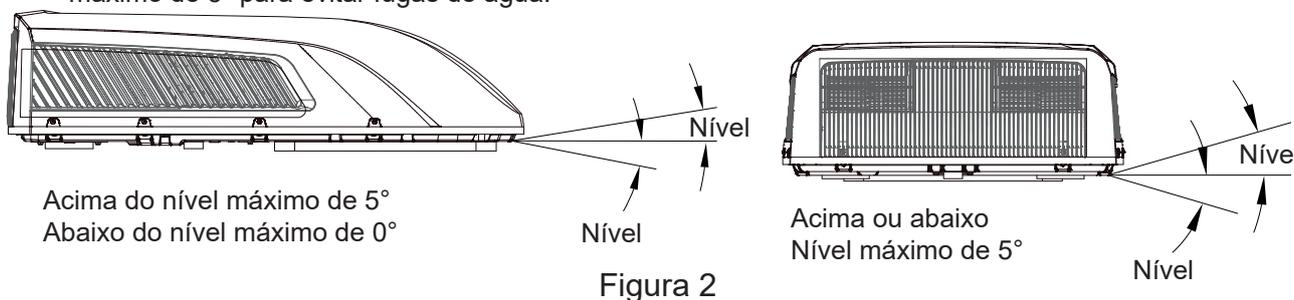

Figura 2
1. O condicionador de tejadilho deve ser montado num plano nivelado da frente para trás e de um lado para o outro quando o veículo estiver estacionado num plano nivelado. A Figura 2 mostra os graus máximos permitidos do nível acima ou abaixo a que o equipamento pode ser montado.